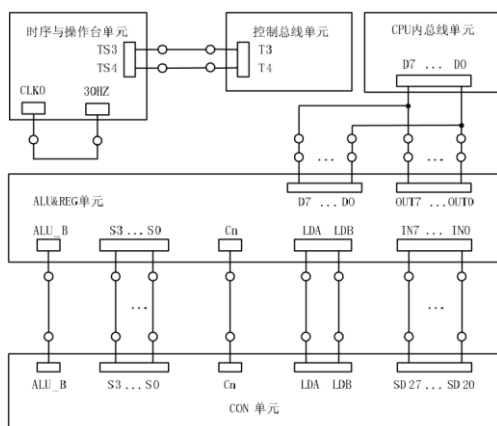

图 1-1-5 实验接线图
(1) 按图 1-1-5 连接实验电路，并检查无误。图中将用户需要连接的信号用圆圈标明（其它实验相同）。